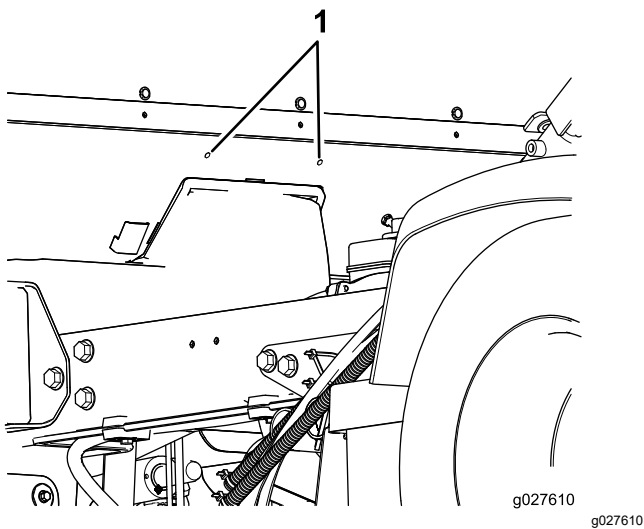

Рисунок 16
3. Найдите 2 отверстия диаметром 6,3 мм в центре задней панели кабины (Рисунок 16).